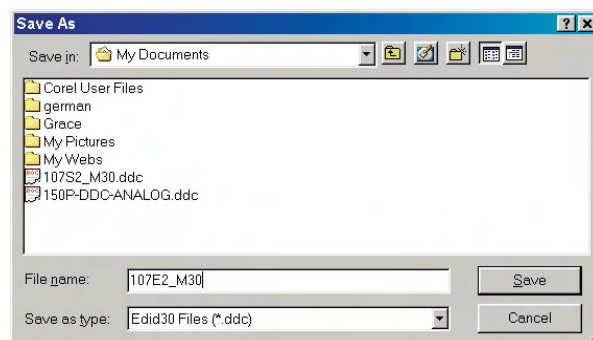

Fig. 19
1. Clique no ícone  “Salve” ou clique (File -> Save as) na barra de ferramentas e dê um nome ao arquivo como mostrado na fig. 19. O tipo de arquivo é EDID301 (*.ddc) que pode ser aberto no Word Pad.